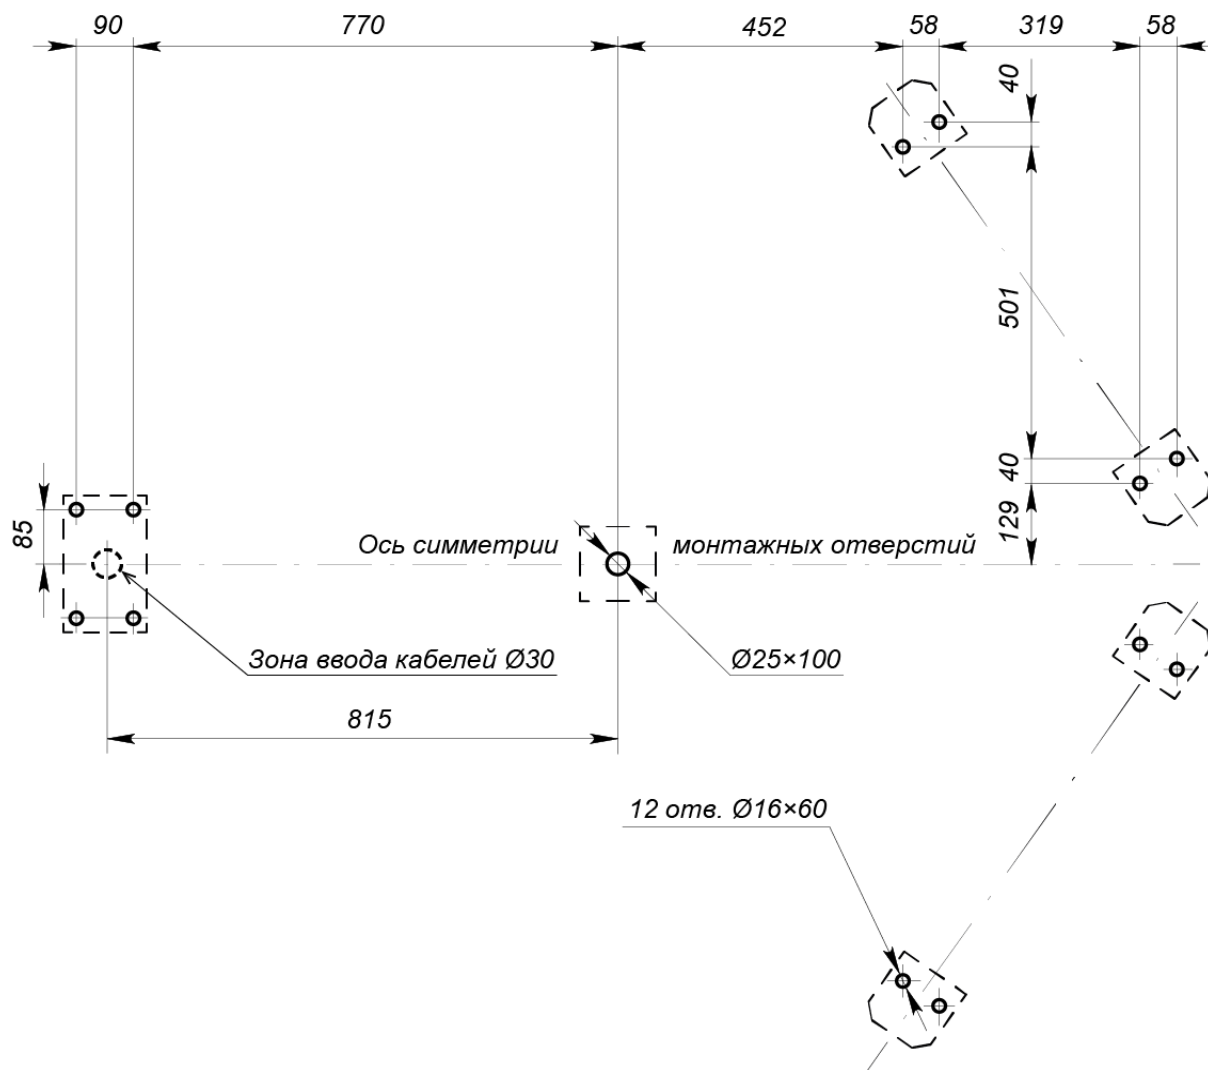
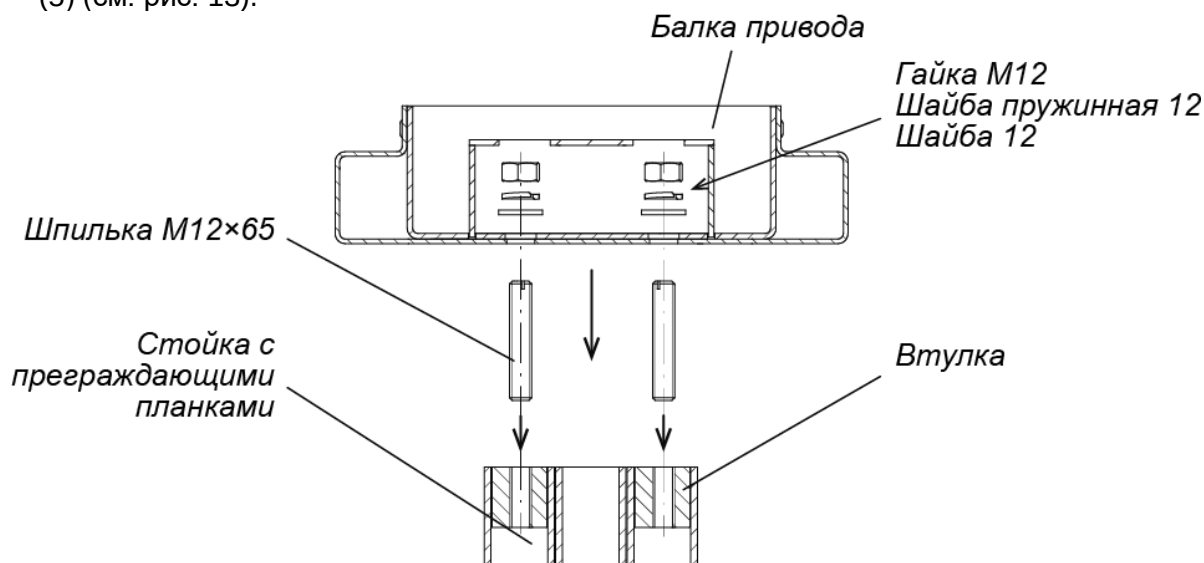
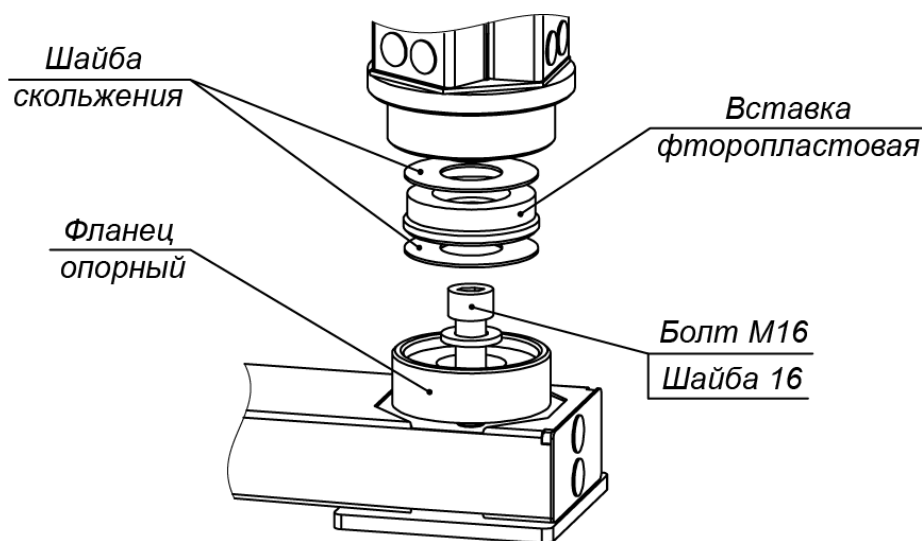

Рисунок 12. Схема разметки для установки турникета¹
Рисунок 13. Крепление балки привода к стойке с преграждающими планками
Рисунок 16. Нижний узел вращения ротора.
3. Выполните на установочной поверхности разметку отверстий для монтажа турникета. Используйте шаблон из комплекта поставки, но затем обязательно проверьте истинность расстояний в соответствии с рис. 12.
5. Произведите разделку отверстий и, при необходимости, кабельных каналов. Проложите в кабельных каналах необходимые кабели питания (13, 16), устройства *Fire Alarm* (14), ПДУ (15) и дополнительного оборудования, концы кабелей выведите к зоне ввода кабелей в турникет (см. рис. 12).
- Установите секции (6) формователя прохода на установочную поверхность, ориентируя отверстия в опорных фланцах по расположению анкеров. При этом левая и правая секции должны быть правильно выставлены и сориентированы: блоки индикации (11) формователей должны быть развернуты от оси симметрии (см. рис. 12).
9. Распакуйте и установите стойку с преграждающими планками (5) (ящик №3, работайте вдвоем!):
- Вверните две шпильки М12×65 в верхнюю часть стойки с преграждающими планками (5) (см. рис. 13).
- Положите стойку с преграждающими планками на установочную поверхность таким образом, чтобы фланец находился рядом с зоной ввода кабелей (рис. 12). Затем, используя монтажную проволоку, протяните кабели питания турникета (13), питания подсветки прохода (16) и кабели управления через нижнее отверстие в стойке с преграждающими планками со стороны фланца вверх по стойке до выхода из ее верхнего отверстия. Отрегулируйте длину концов кабелей на выходе из верхнего отверстия, которая должна составлять не менее 1 м.
- Установите стойку с преграждающими планками на отверстия с анкерами в установочной поверхности вдоль оси симметрии, при этом фланец должен встать на зону ввода кабелей, а место нижнего узла вращения (3) – на отверстие с анкером М16 (см. рис. 12). Вставьте на место опорный фланец нижнего узла вращения (см. рис. 16).
10. Из ящика №4 распакуйте и установите лист (7) сверху на формирователь прохода (работайте вдвоем!):
- Сориентируйте лист (7) так, чтобы две шпильки, установленные в секциях, прошли через него, а две грани листа, вдоль каждой из которых расположен ряд из четырех отверстий, имеющих с нижней стороны листа выборку большего диаметра, находились бы над секциями.
- Аккуратно удерживая лист на весу, протяните кабели от блоков индикации (12) от левой и правой секции формирователя прохода через соответствующие отверстия в листе. Окончательно установите лист на место, будьте внимательны, не повредите кабели! Обратите внимание на то, чтобы установленные на секциях резьбовые втулки вошли в отверстия в листе, обеспечивая плотное прилегание листа к поверхностям секций.
11. Из ящика №1 распакуйте и установите балку привода (8) (работайте вдвоем!):
- Придерживая балку, осторожно приподнимите ее поочередно с каждой из сторон и пропустите концы кабелей в соответствующие отверстия балки привода: кабели индикации (12) из формователя прохода, а также кабели питания и управления из стойки с преграждающими планками.
- Закрепите балку привода четырьмя гайками М12 с шайбами (см. рис. 13 и 15), накрутив их на шпильки с помощью торцового ключа S19. Затяжка гаек предварительная, для возможности регулировки положения;
- Стяните лист (7) с балкой привода (8) снизу двумя винтами М6×30, вкрутив их в резьбовые отверстия со стороны стойки с преграждающими планками.
12. Соберите ротор (1) (работайте вдвоем!):
- Соберите нижний узел вращения (3) ротора в стойке с преграждающими планками (5) (см. рис. 16). Две шайбы скольжения и находящаяся между ними фторопластовая вставка должны лежать в узле без перекосов, опираясь на всю опорную поверхность, симметрично относительно оси ротора (верхняя шайба скольжения приклеена к валу ротора). При этом гладкие поверхности шайб скольжения должны быть ориентированы на вставку. Допускается применение на поверхностях скольжения молибденовой смазки.